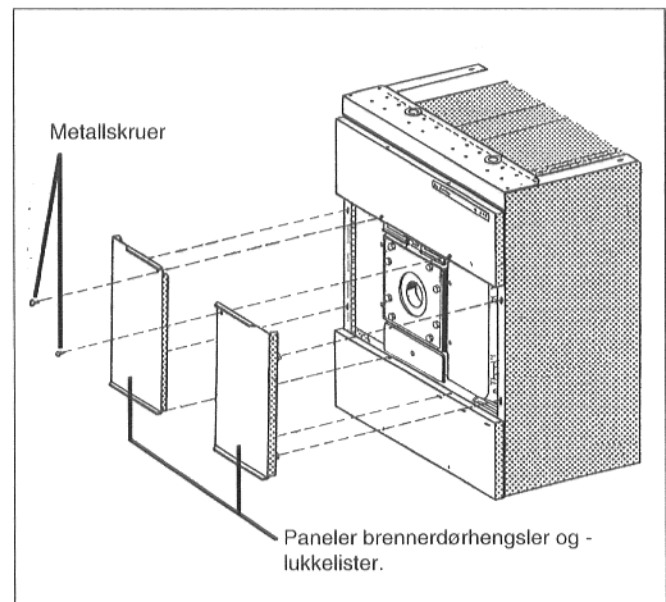

Fig. 48
- Panelene til brennerdørhengslene og -lukkelistene henges inn i sideveggene med lasken i nedre panel på rengjøringslisten og sidehakene inn i sideveggene (fig. 48).
- Panelene til brennerdørhengslene og -lukkelistene skrues med en metallskruer hver oppe på panelet til øvre rengjøringsdeksel (fig. 48).